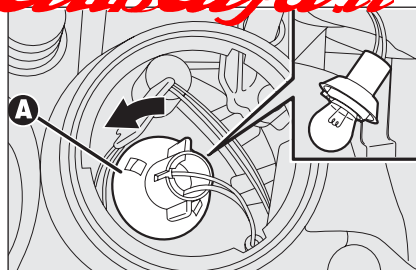

fig. 25
- ☐ ruotare in senso antiorario il portalamпада **A-fig. 25**, estrarre la lampada e sostituirla;